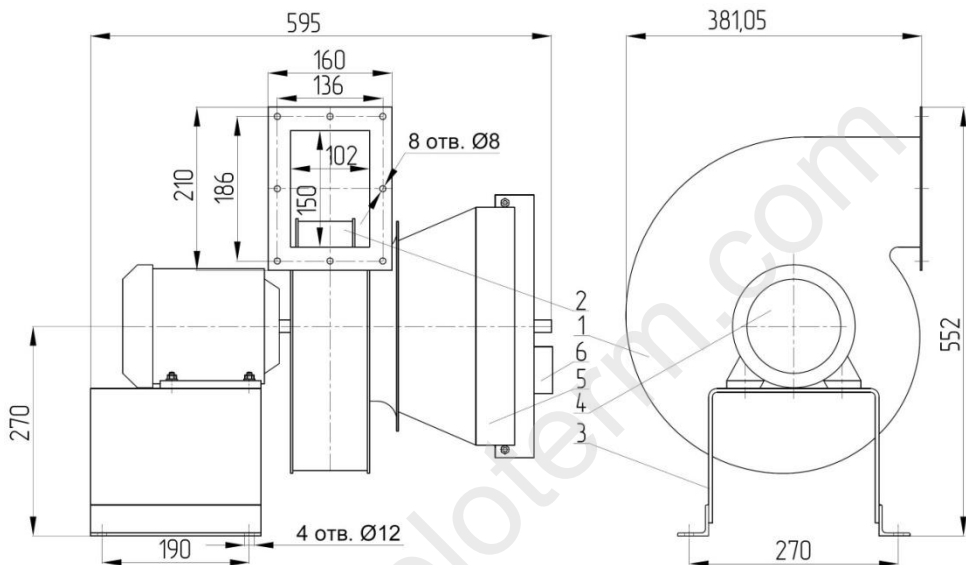

Рис. 4 –Вентилятор ВД-2,7 (1- корпус, 2-рабочее колесо, 3-рама, 4-эл. двигатель, 5- шибер, 6- привод шибера.
3.1 Вентилятор состоит из шести основных частей (рис. 4): корпуса, рамы, электродвигателя, рабочего колеса, шибера аппарата, привода шибера (по заказу).